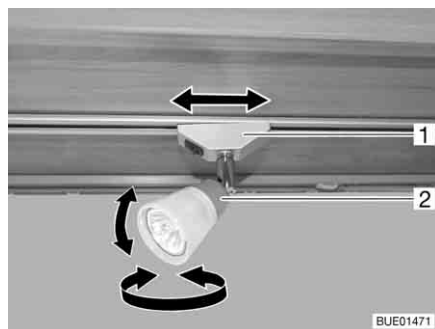
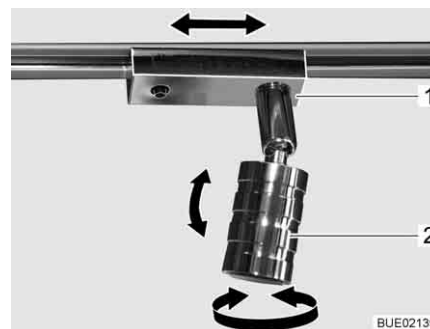

Fig. 60 Foco
Fig. 61 Foco (alternativa)
**Girar:** ■ Cogear la carcasa (Fig. 60,2 ó Fig. 61,2) y girarla.
**Desplazar:** ■ Agarrar la base (Fig. 60,1 ó bien Fig. 61,1) y girarla aprox. 45°.
**Retirar:** ■ Agarrar la base (Fig. 60,1 ó bien Fig. 61,1) y girarla 90°.